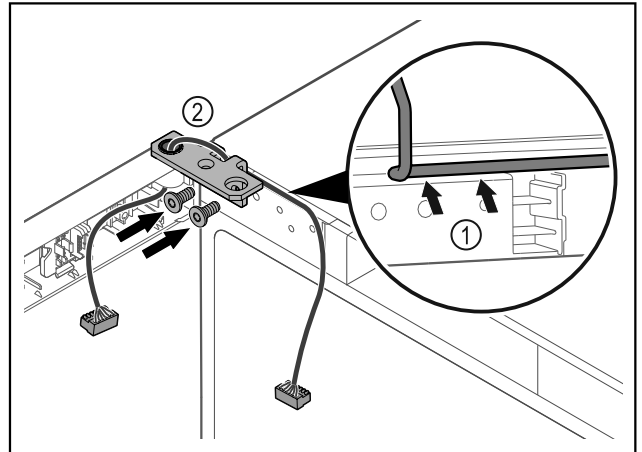

Fig. 40
- ▶ Før kabelen forsiktig gjennom åpningen i hengselvinkelen, og legg den omhyggelig på plass Fig. 40 (1).
- ▶ Skru på hengselvinkelen Fig. 40 (2).